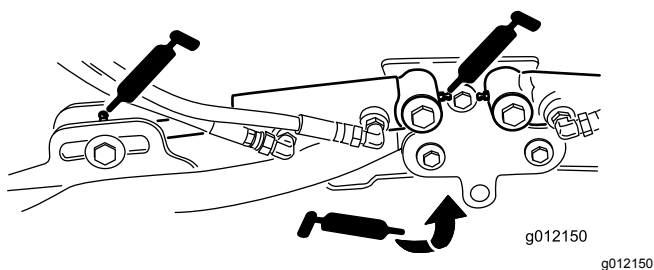

Figura 65
- Cilindros del brazo de elevación de la unidad de corte (2 en cada) (Figura 65)
- Pivotes del brazo de elevación (1 en cada) (Figura 65)